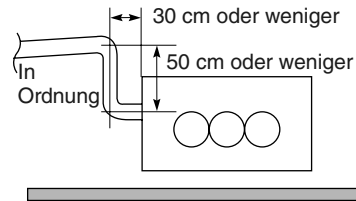

Abb. 3-143
- Wenn es erforderlich sein sollte, die Höhe des Ablaufrohrs zu vergrößern, kann der Bereich unmittelbar nach der Anschlussstelle um maximal 50 cm angehoben werden. Der Anschluss darf nicht um mehr als 50 cm höher gestellt werden, da hierdurch Undichtigkeiten entstehen können. (Abb. 3-143)